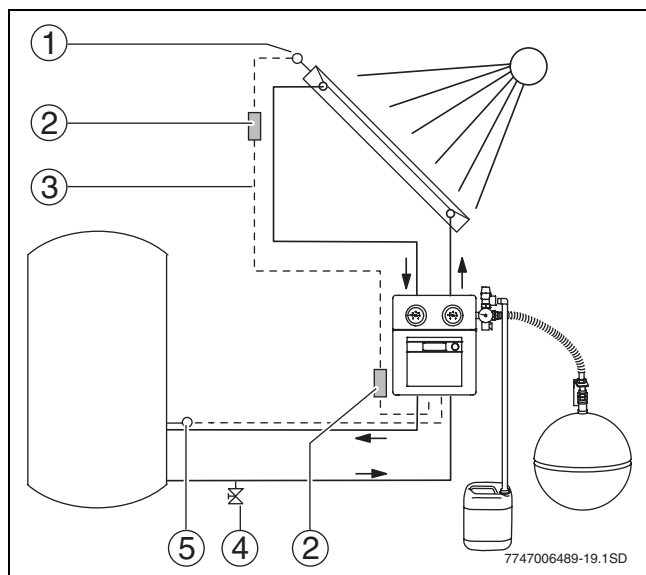

Рис. 12 Температурные датчики коллектора и бойлера насосной станции со встроенным регулятором
- В самой нижней точке на обратной линии системы солнечного коллектора установите устройство для опорожнения системы (тройник с краном для заполнения и слива, → рис. 12, (4)).